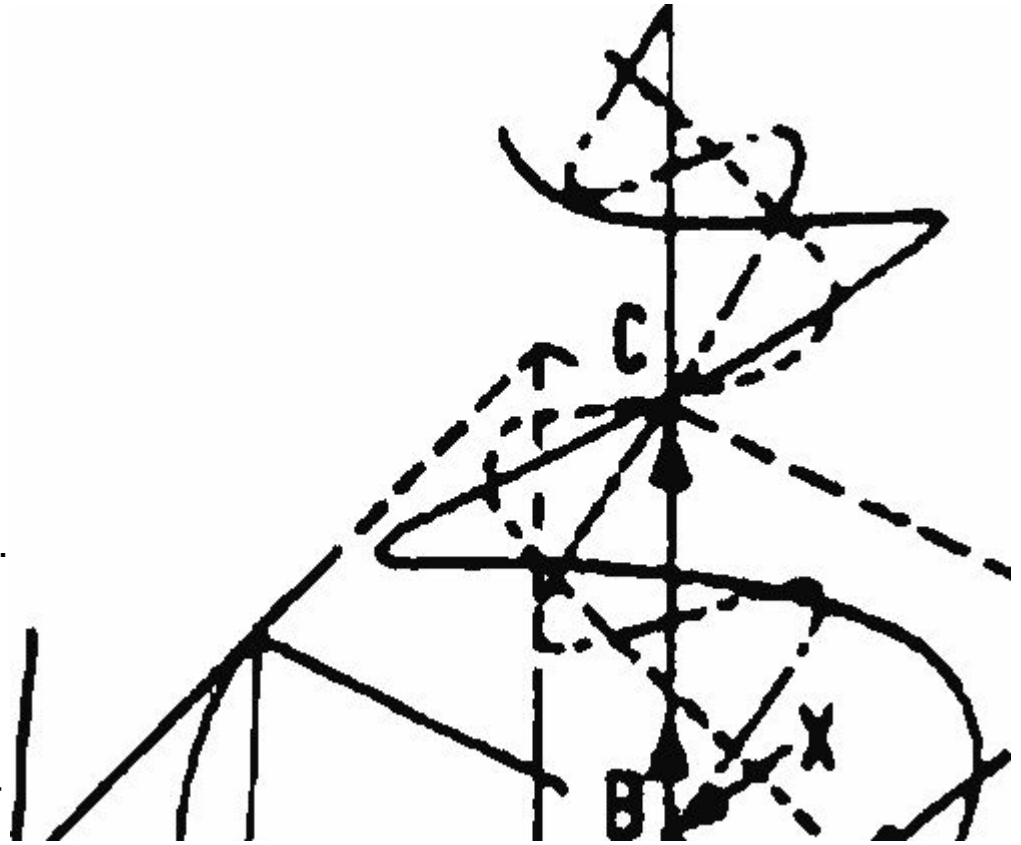

Рис.7 Вращение плоскости поляризации в анизотропном кристалле
- Для поворота плоскости поляризации на **45°** применяют специальный анизотропный кристалл (**Рис.7**) с различными индексами отклонения в направлении X и Y. Линейно поляризованный луч, падающий в точку **A**, проходит анизотропный кристалл толщиной **d** и выходит из кристалла в точке **B**, изменив свою фазу на **90°** ($1/4 \cdot 360^\circ = 90^\circ$).